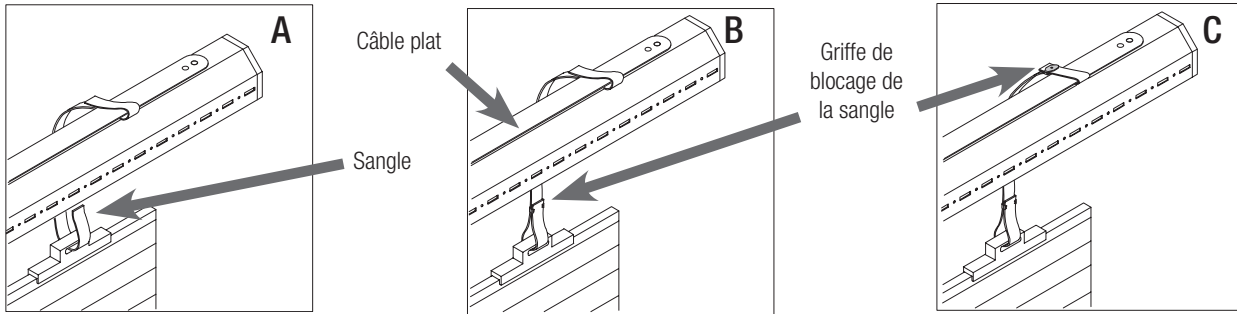

Fig. 18
1. Faire passer la sangle à travers le passage dans le volet roulant (Fig. 18 réf. A)
3. Faire passer la sangle d'abord en dessous puis au-dessus du câble plat du rouleau. (Fig. 18 réf. A-B).
4. Introduire les griffes et régler la longueur de la sangle de manière à la tendre légèrement. (Fig. 18 réf. B-C)
5. Serrer les griffes de blocage de la sangle avec une pince (Fig. 18 réf. C).